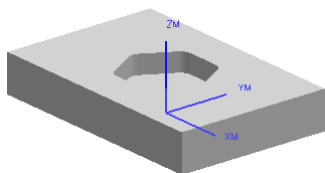

图 2.4.12 部件几何体
(2) 在“部件几何体”对话框中选择 ☒ **几何体** 单选项，单击 按钮，则选取了整个零件为部件几何体，如图 2.4.12 所示。
(3) 在“部件几何体”对话框中单击 按钮，系统返回“工件”对话框。